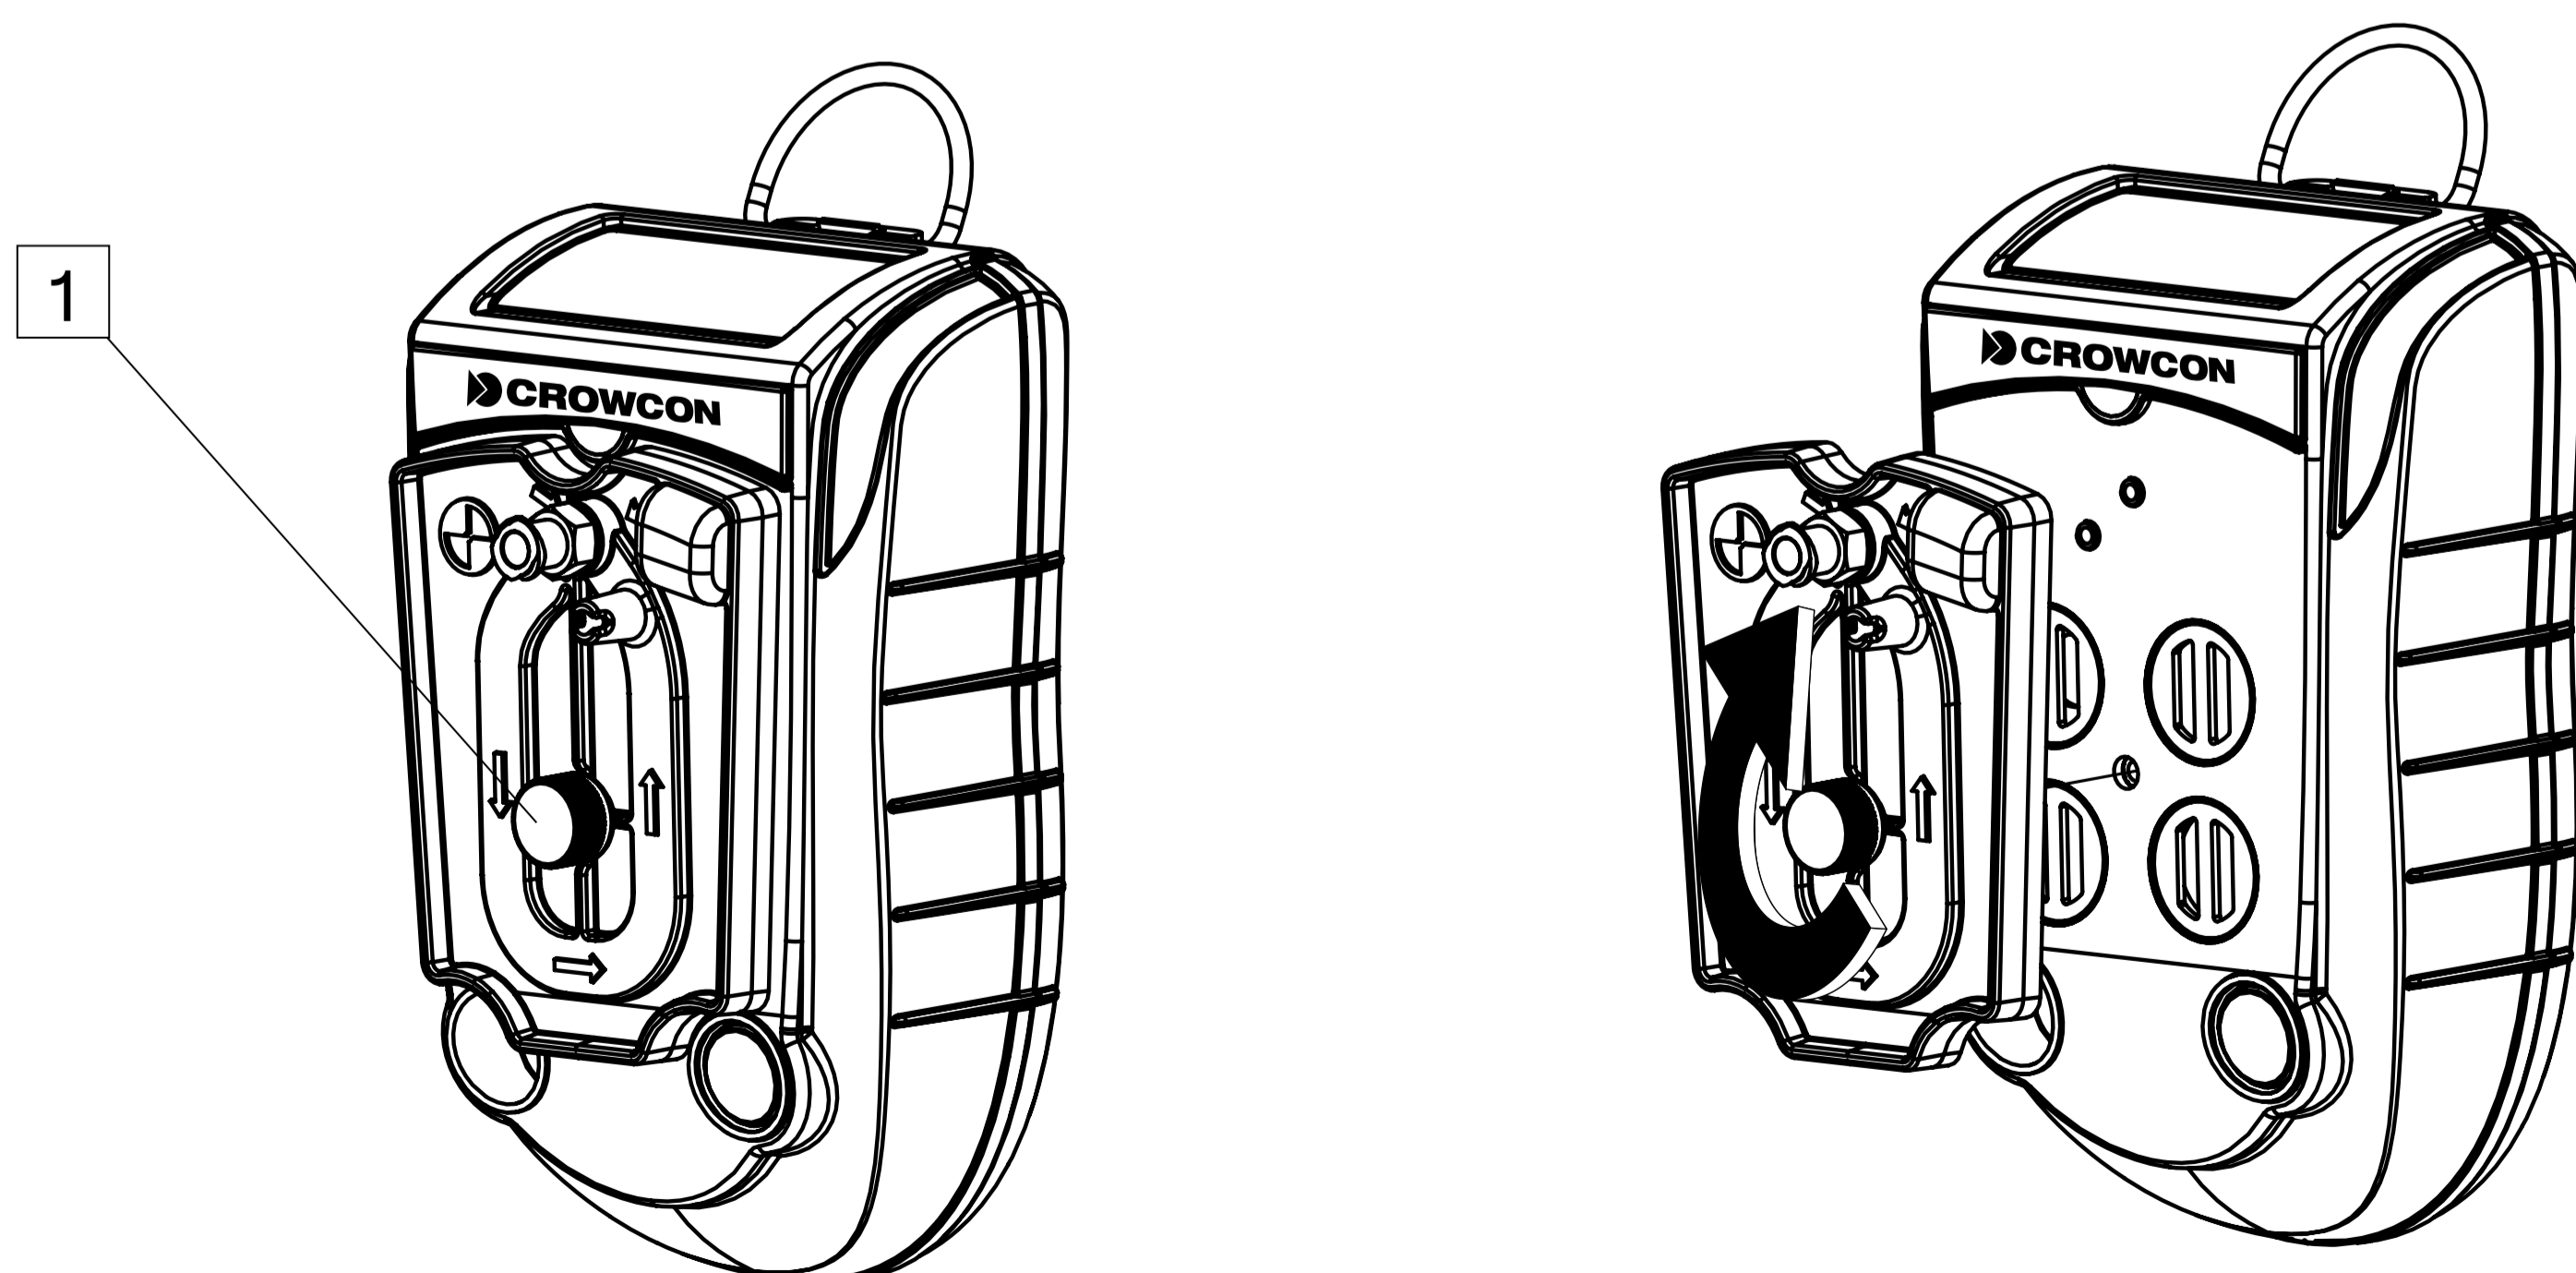

Figura 5:
- ① Adattatore di flusso per strumento con pompa
- ② Adattatore di flusso per strumento senza pompa
- ③ Calibrazione via PC/Verifica dell'adattatore di flusso
Controllare che la guarnizione dell'adattatore sia priva di polvere e non sia stata danneggiata prima del montaggio. Per montare un adattatore di flusso, posizionarlo sui sensori del Gas-Pro come illustrato in Figura 5 e stringere la vite di fissaggio ①.